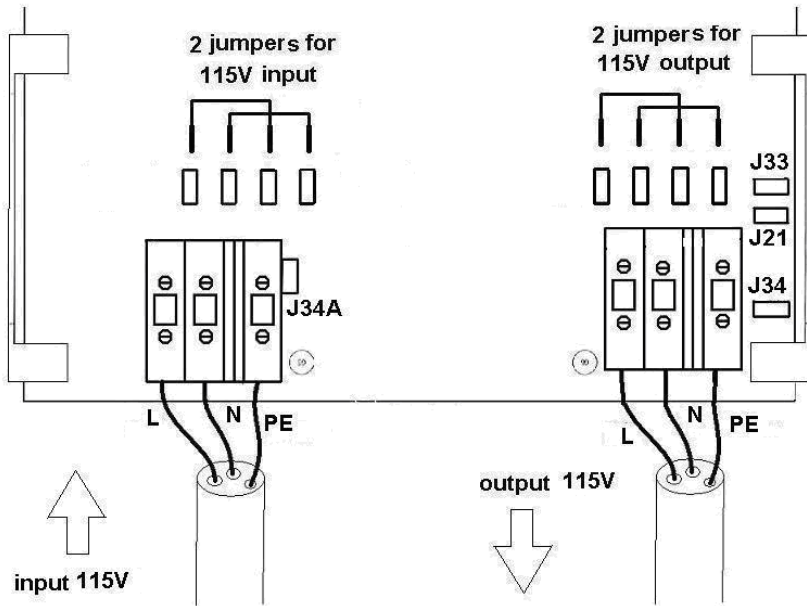

Abb. 3: Brückenschaltung bei 115/120V Eingang/Ausgang
2.2.3 Bei 115/120 V Eingang/Ausgang, setzen Sie Brücken entsprechend Abb. 3.